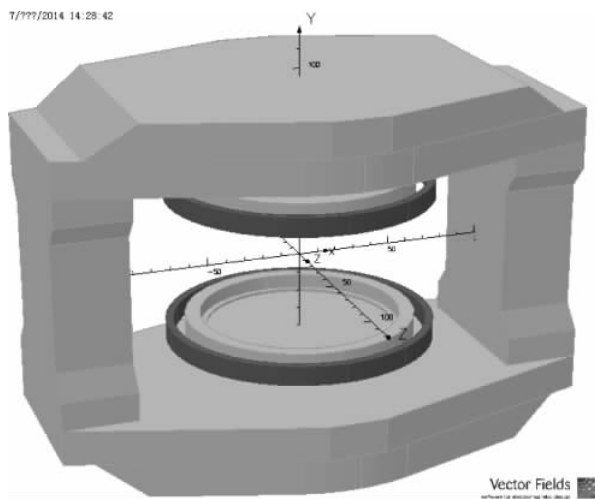

图 3.2.7 设置材料属性后的磁体模型
- Mesh control parameters 用于网格划分参数设定。其中,Maximum element size 用于设置该实体中有限单元的最大尺寸。尺寸的选择很重要,需要反复调节网格划分参数,包括另外两个参数:两单元间最大夹角 Maximum angle between elements 和最大面偏离度 Maximum deviation from surface。这两个参数是用有限单元体,如四面体描述几何模型中曲面时用到的参数,它们决定如何使有限单元拼接后更能反映真实曲面,同时控制曲面上四面体的形状,相关介绍详见《Opera-3d Reference Manual》。对于初学者,这两个参数保持默认即可。选择有限单元形状 Element shape preference,一般来说,选择四面体为该几何实体的有限单元体是最常用的。设置完毕单击 OK 按钮,可以见到主窗口中铁磁实体的颜色变成绿色,如图 3.2.7 所示。因为导入几何模型时,Opera3D 默认为空气,是灰色的,当设置为某种材料后,即显示有别于空气的颜色。